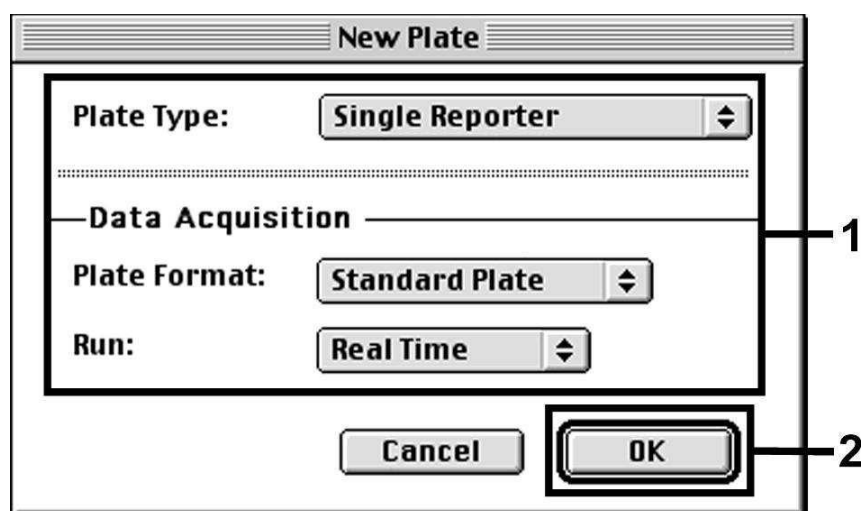

Fig. 9: Ajustes al crear un nuevo ensayo de PCR (*New Plate*).
Seleccione la opción *New Plate* del menú *File* del ABI PRISM 7700 SDS e introduzca los siguientes ajustes básicos para el nuevo ensayo (véase la Fig. 9). Confirme sus datos (OK).